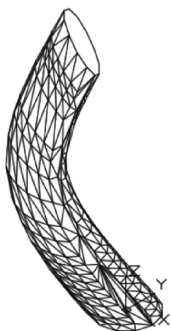

图 9-50 消隐结果
3) 在功能区中打开“可视化”选项卡，从“视觉样式”面板中单击“消隐”按钮，消隐结果如图 9-50 所示。